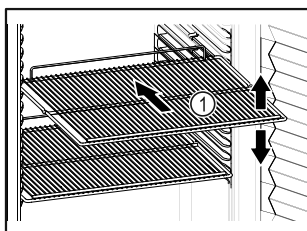

Fig. 70 Példaként szolgáló ábrázolás
- ❑ Ha a tároló rácsok Fig. 70 (1) áthelyezhetők, akkor igazítsa be őket a kívánt magasságnak megfelelően.